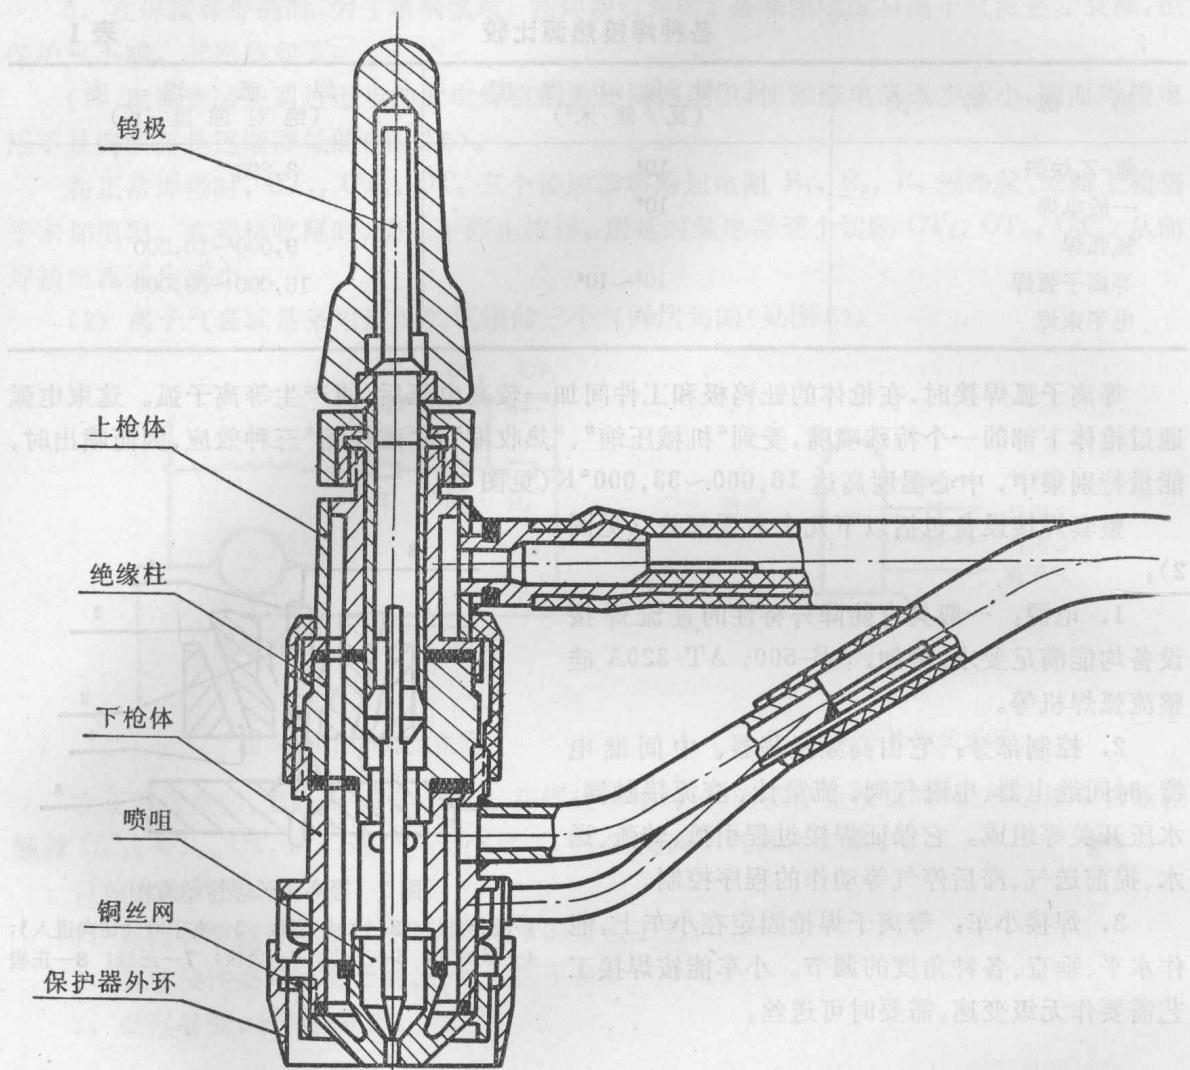

图 3
4. 等离子枪：由上下枪体，水冷钍钨极，喷嘴，保护罩，尾保护罩等组成。枪体、喷嘴及钍钨极全部采用水冷（见图 3）。